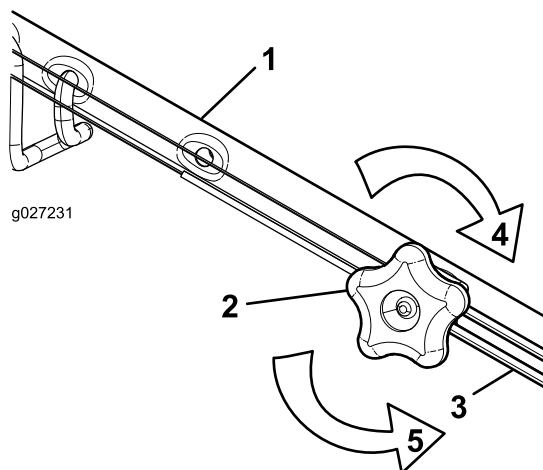

Figure 47
- Tournez le bouton de réglage dans le sens antihoraire pour desserrer le réglage du câble (Figure 47).
- Ajustez la tension du câble (Figure 47) en le tirant en arrière ou en le poussant en avant puis en le maintenant à cette position.